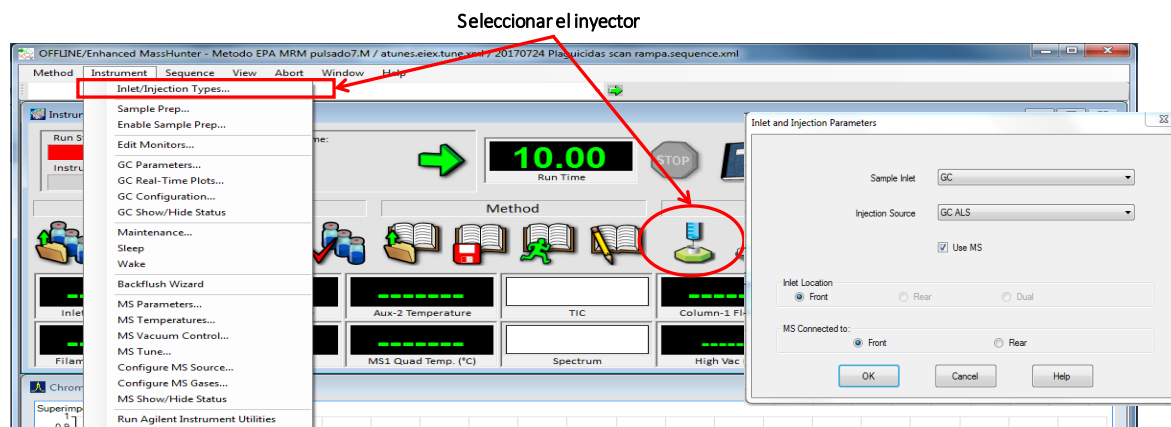

Figura 28. Establecer los parámetros del inyector Inlet/Injection Type
8.6.3. Seleccionar el tipo de inyector y fuente de la inyección. Dar *click* en **[Instrument] > [Inlet/Injection Types]**. En la entrada de la muestra (**Sample Inlet**) seleccionar **GC**. En la fuente de inyección (**Injection Source**) se debe seleccionar el muestreador automático para líquidos (**GC ALS**). Como se está trabajando con detector selectivo de masas, seleccione en la caja de diálogo ☒ **Use MS**. En la localización del inyector, seleccionar **Front** y la conexión del MS (**MS Connected to**) seleccionar **Front** (véase Figura 28).